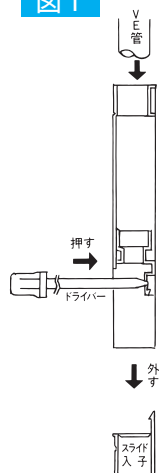

図2
- 図2 プレート裏面にあるTS受口に、適用VE管を差し込み通線。